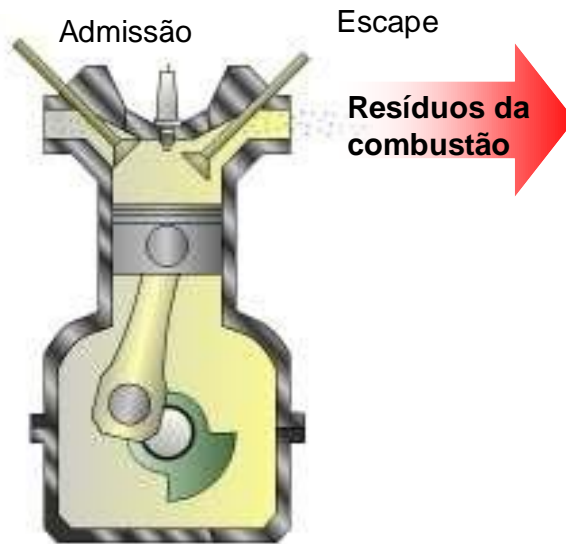

Figura 12 - Esquema do escape no ciclo Otto 4 tempos
- Quarto curso: Escape. Para que sejam retirados os resíduos da combustão para que o próximo ciclo de 4 tempos aconteça, a válvula de escape se abre e o êmbolo, impulsionado pela energia liberada no tempo explosão-expansão, se movimenta do ponto morto inferior ao superior, empurrando os resíduos que seguem para o sistema de escape (Figura 12).